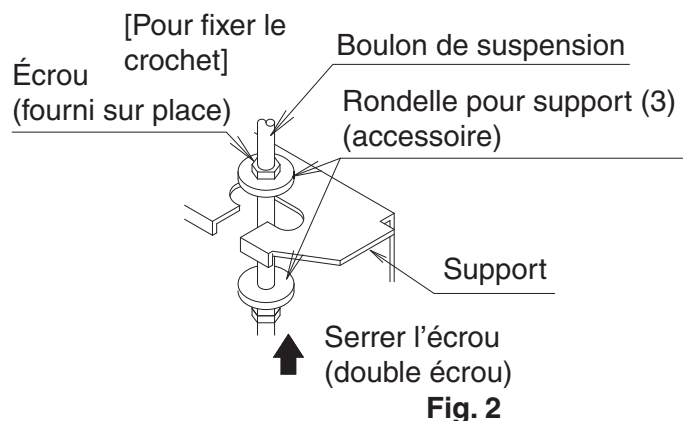

Fig. 2
Veillez à fixer solidement le crochet avec l'écrou et la rondelle pour le crochet (3) du côté supérieur et inférieur. **(Reportez-vous à la Fig. 2)**